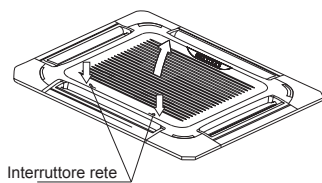

Fig. 5-9
- Far scorrere allo stesso tempo le due leve della griglia verso il centro e tirare verso l'esterno. (Vedi fig.5-9)